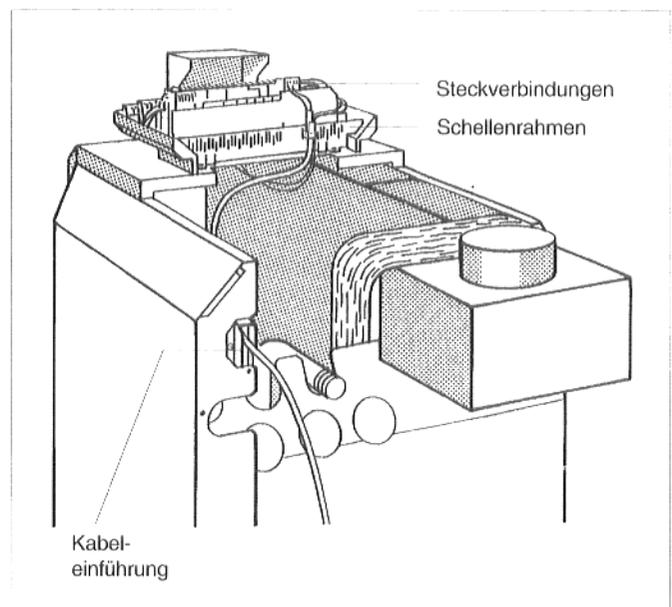
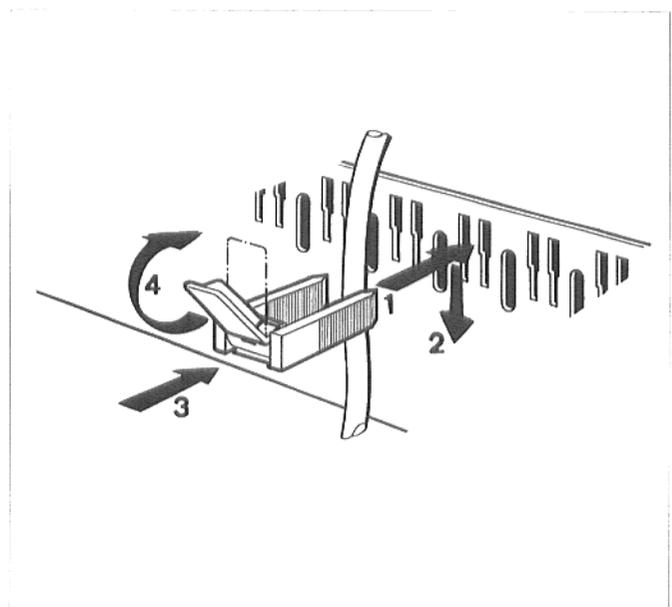

Abb. 14: Kabelführung und Steckverbindungen
Abb. 15: Leitung mit Kabelschelle sichern
- Bauseitige elektrische Anschlüsse nach Schaltplan an den Steckverbindungen herstellen (Abb. 14). Die Stecker lassen sich mit Hilfe eines Schraubendrehers leicht von der Steckerleiste abhebeln. Die Leitungen von hinten durch die Kabeleinführung zum Regelgerät führen (Abb. 14). Die Leitungen dürfen keine heißen Kesselteile oder Teile der Strömungssicherung berühren. Für die allgemeine elektrische Installation ist ein fester Anschluß nach VDE herzustellen. Die örtlichen Vorschriften sind zu beachten.
- Alle Leitungen mit Kabelschellen sichern: Kabelschelle mit eingelegter Leitung von oben in die Schlitz des Schellenrahmens (Abb. 14) einsetzen; der Steg des Hebels muß dabei nach oben zeigen. Kabelschelle herunterschieben und gegendrücken. Hebel nach oben umlegen (Abb. 15).